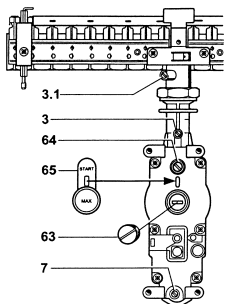

Рис. 51. ZSE/ZWE 24 – 3 MF K...
- Снять запломбированный колпак 85, рис. 51, с обоих газонастроечных винтов.
- Снять запломбированный колпак 65 (рис.51) с обоих винтов настройки газа.